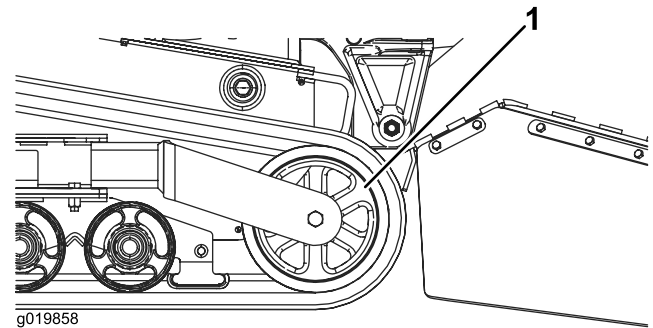

Bild 49
5. Drücken Sie das Spannrad ganz nach hinten (**Bild 49**).
7. Wenn Sie die Kette vom Spannrad entfernt haben, nehmen Sie sie von der Maschine ab (**Bild 49**).